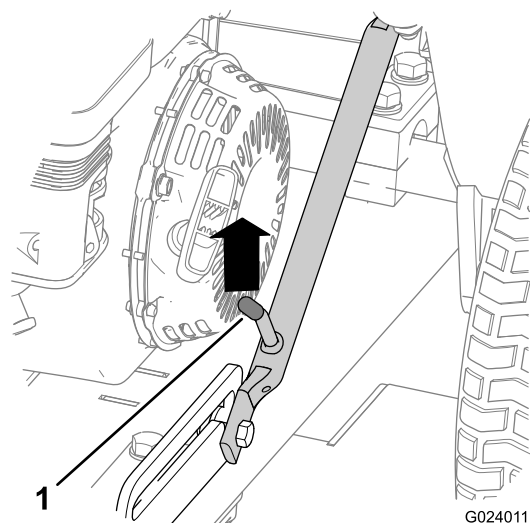

Figura 6
- Empurre a estrutura de engate até desbloquear a alavanca de trinco do bloqueio de desliz (Figura 6).